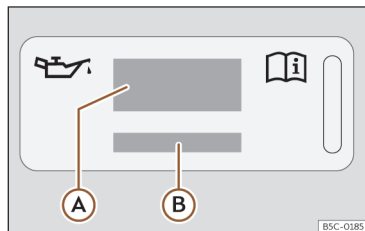

Abb. 203 Im Motorraum: Aufkleber mit Motoröl-Spezifikationen
Legende zur >>> (Abb. 203):
Wenn Motoröl nachgefüllt werden muss, verwenden Sie eines der auf dem Aufkleber angegebenen Motoröle >>> (Abb. 203). Der Aufkleber mit der vorgeschriebenen Motoröl-Norm befindet sich im vorderen Bereich des Motor-
- Wenn der Aufkleber mit den Motoröl-Spezifikationen >>> (Abb. 203) fehlt, wenden Sie sich an einen Fachbetrieb.